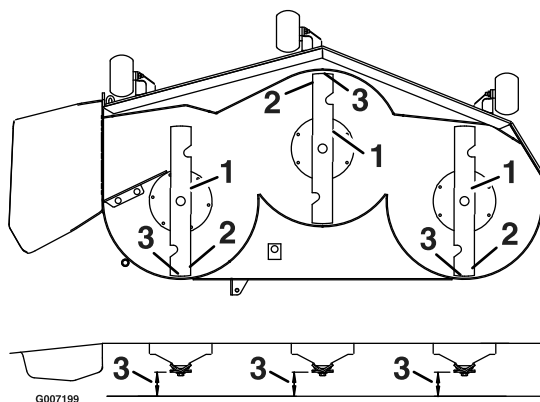

図 76
8. ブレードの前傾状態を点検する 図 76を参照。「ブロックの高さと傾斜」の表にあるように、ブレードは、その前端が後端よりも下がっていることが必要です。調整が必要な場合には以下の作業を行う。